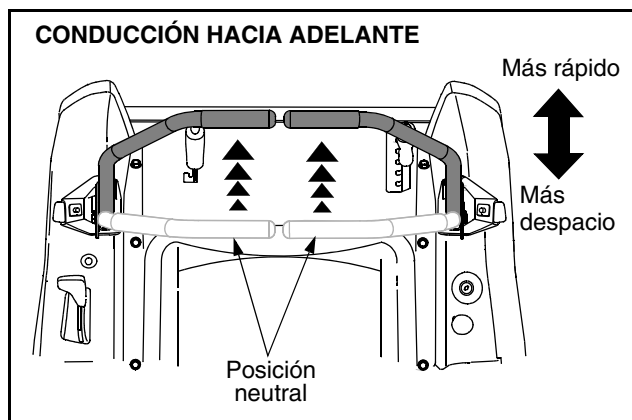

Figura 12
- Mueva las palancas de control lenta y suavemente hacia adelante. El tractor comenzará a desplazarse hacia adelante. Vea Figura 12.